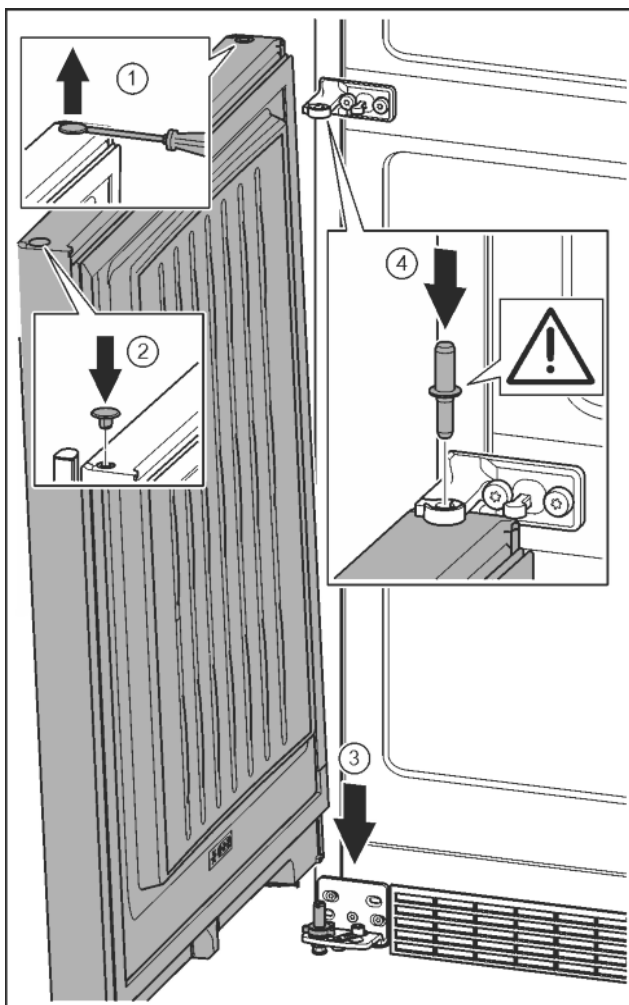

Fig. 22
- ▶ Paceliet uzmanīgi ar plakano skrūvgriezi un izvelciet ārā aizbāzni. Fig. 22 (1)
- ▶ Ievietojiet atpakaļ aizbāzni otrajā durvju pusē. Fig. 22 (2)
- ▶ Durvis no augšas uzlieciet uz apakšējās gultņa tapas. Fig. 22 (3)
- ▶ Ievietojiet vidējo gultņa tapu vidējā gultņa balstā apakšējās durvīs. Uzmanieties, lai aizmugurējais izcilnis būtu virzienā uz aizmuguri. Fig. 22 (4)